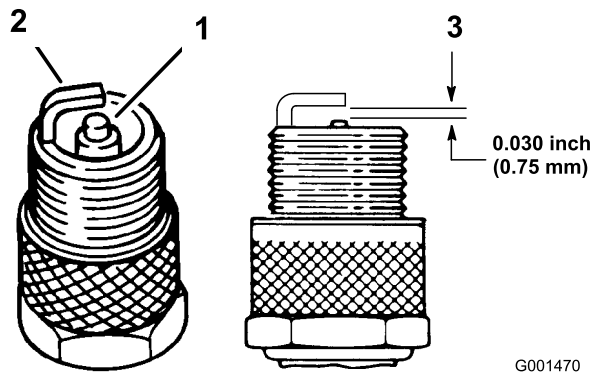

Figura 26
1. Controllate la parte centrale delle candele (Figura 26). Se l'isolatore è di color marrone chiaro o grigio, il motore funziona correttamente. Una patina nera sull'isolatore significa in genere che il filtro dell'aria è sporco.
3. Controllate la distanza tra gli elettrodi centrale e laterale (Figura 26). Piegate l'elettrodo laterale (Figura 26) se la distanza non è corretta.
Nota: Verificate che la distanza fra gli elettrodi sia corretta (Figura 26).
3. Collegare i cappellotti alle candele (Figura 26).